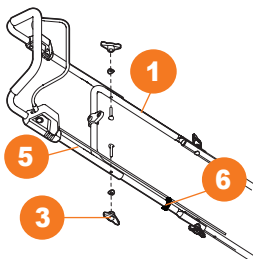

Рис. 3
- Установите верхнюю рукоятку **5**, совместив отверстия верхней и средней рукояток. Закрепите её с помощью болтов, шайб и барашковых гаек **4** (Рис. 3).
- Закрепите электрический провод на рукоятке при помощи держателя кабеля **6** (Рис. 3).